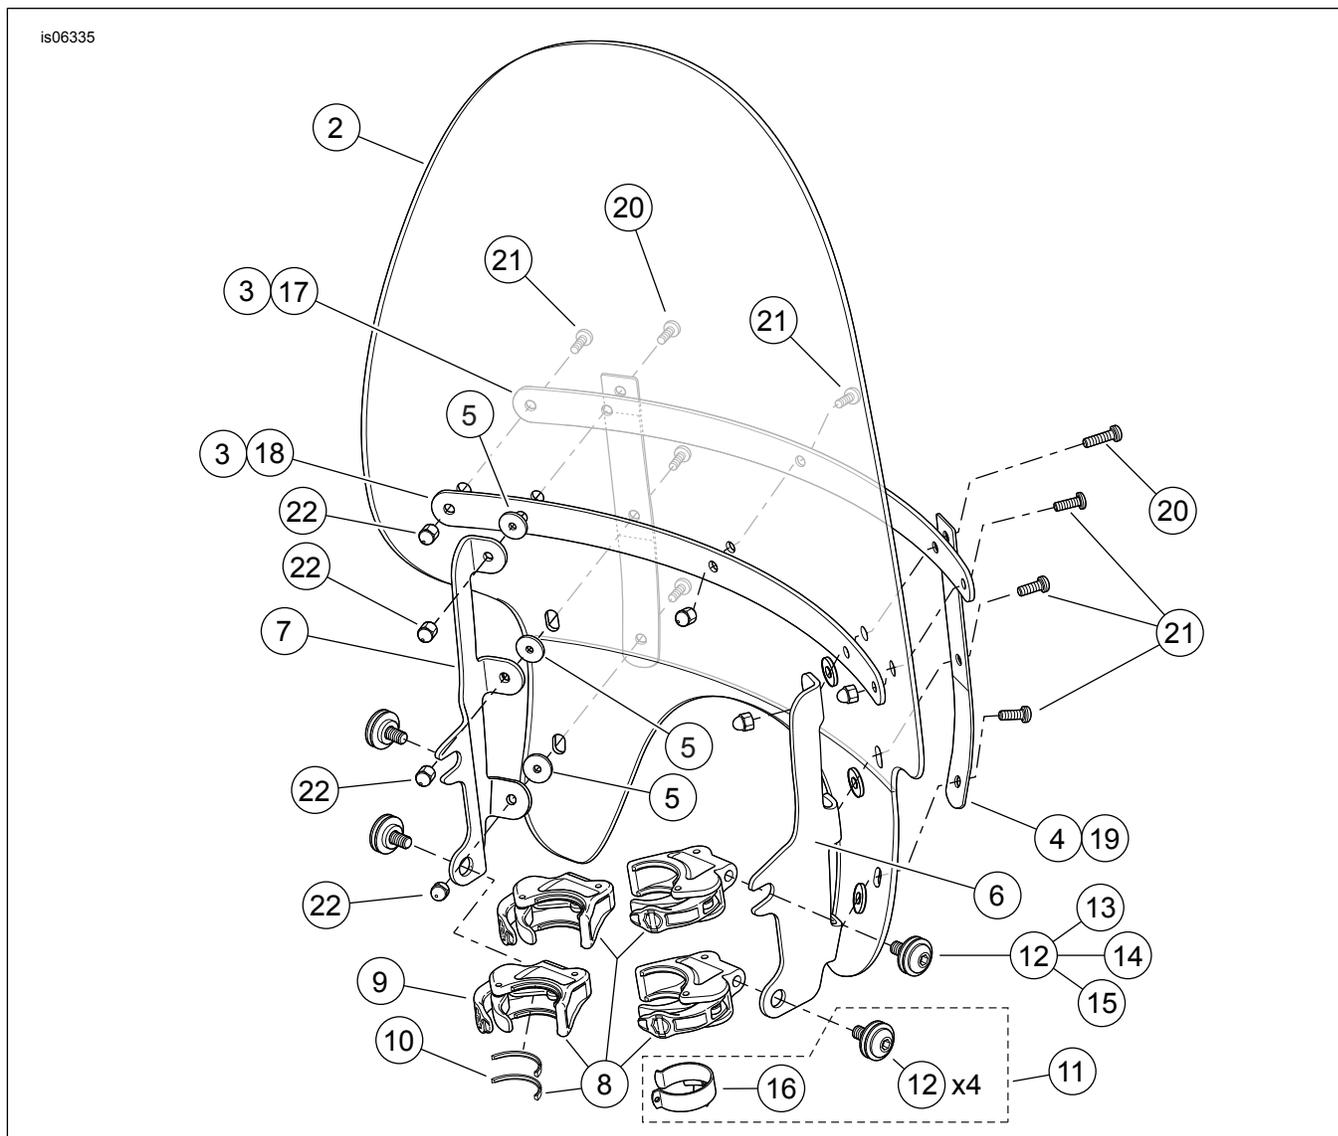

Figura 2. Peças de reposição, para-brisa de liberação rápida XL1200X.
Veja Figura 2 e Tabela 2.
2. Veja Figura 2. Remova os conjuntos de prendedores (8) e o kit de ferragens (11) da embalagem e separe as peças semelhantes para preparar a montagem.
3. **Todos os kits.** Centralize o para-brisa em torno do farol dianteiro e apoie os prendedores nos tubos internos. Veja Figura 2 . Encaixe clipe de cabo do acelerador (16) ao redor do tubo interno direito e passe os cabos do acelerador através da abertura guia.